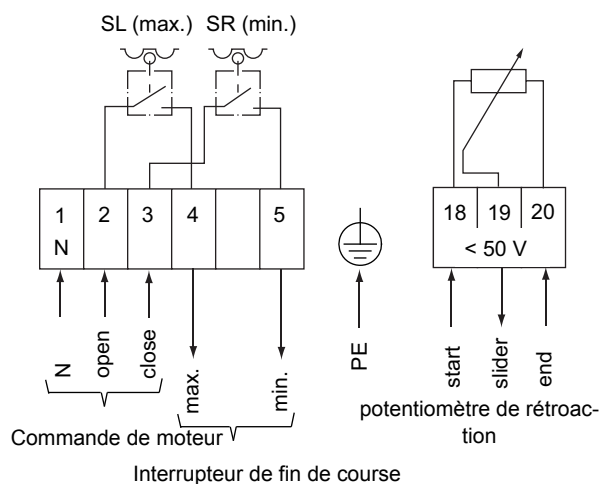

Fig. 20 Diagramme de connexion des bornes du servomoteur avec potentiomètre
2. Procéder aux raccordements électriques selon le schéma de connexion, voir fig. 20.